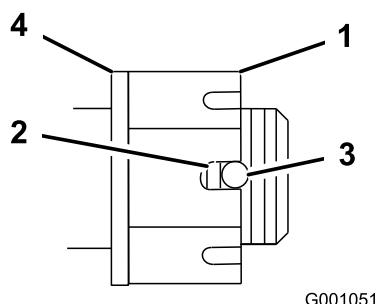

Figure 55
4. Serrez l'écrou crénelé à 170 Nm (Figure 55).
5. Mesurez l'espace entre la base de la fente de l'écrou et le bord intérieur du trou. On ne doit pas voir plus de deux filets (Figure 55).
7. Serrez l'écrou crénelé à 170 Nm (Figure 55).
8. Serrez l'écrou jusqu'à ce que la série de fentes suivante soit en face du trou de l'axe (Figure 55).